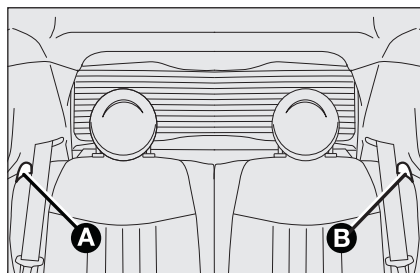

fig. 49
- ☐ actionner les leviers **A** ou **B**-fig. 49 pour débloquer respectivement la partie gauche ou droite du dossier et relier le dossier sur le coussin.
- ☐ actionner les leviers **A** et **B**-fig. 49 pour débloquer les dossiers et les replier sur les coussins.